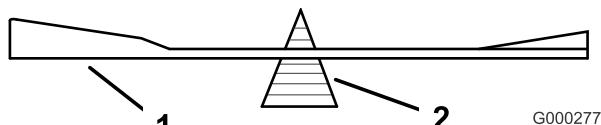

Figure 75
2. Vérifiez l'équilibre de la lame en la plaçant sur un équilibrage (Figure 75). Si la lame reste horizontale, elle est équilibrée et peut être utilisée. Si la lame est déséquilibrée, limez un peu l'extrémité de la partie